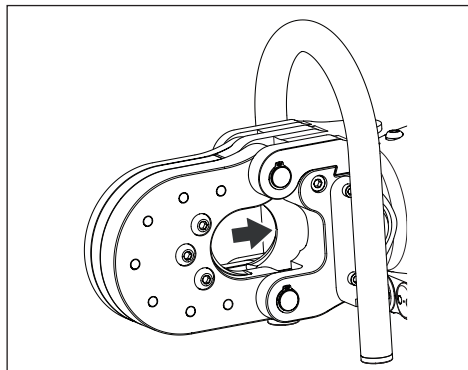

Figura 8, Pistón y cuchilla en posición inicial (completamente retraídos)
Asegúrese siempre de que el pistón y la cuchilla móvil estén en la posición inicial completamente retraída antes de colocar cualquier material en el cabezal de corte. Véase Figura 8.
1. Asegúrese de que el pistón esté en la posición inicial (totalmente retraído). Véase Figura 8.